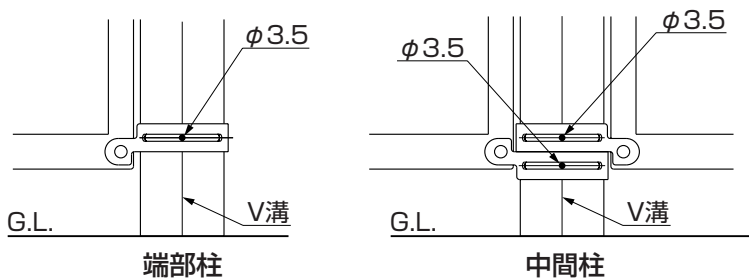

図3-4 穴あけ加工
⑤柱のV溝側（内側）にドリルでφ3.5の穴をあけてください。（図3-4参照）